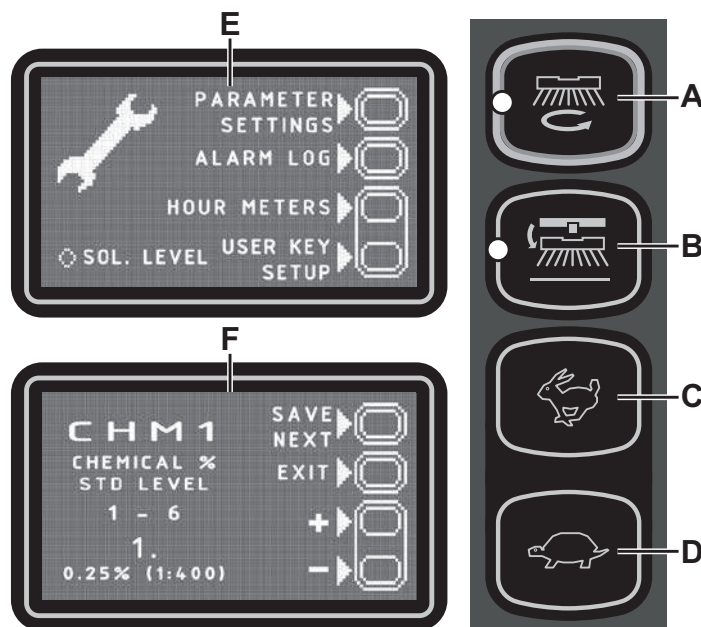

Figure 8
Écran principal (E, Fig. 8)
Écran paramètres de la machine (F, Fig. 8)
Utiliser cette fonction uniquement avec le soutien du Centre d'assistance Advance pour résoudre d'éventuels problèmes de fonctionnement. Pour revenir à l'écran principal (E, Fig. 8) appuyer plusieurs fois sur le bouton (A).
Pour revenir à l'écran principal (E, Fig. 8) appuyer sur le bouton (A).